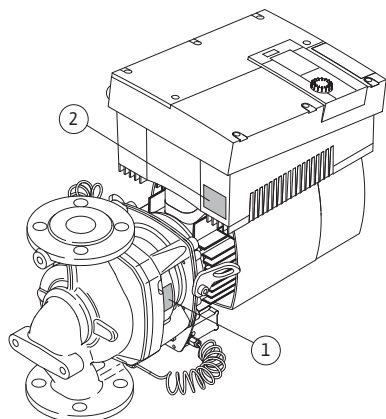

Fig. 11: Typskyltarnas placering:
- Pumptypskylten (fig. 11, pos. 1) innehåller serienumret (ser.nr.../...), som t.ex. krävs när reservdelar beställs.
- Elektronikmodulstypskylten (elektronikmodul = växelriktare resp. frekvensomvandlare) (fig. 11, pos. 2) anger den använda elektronikmodulens beteckning.